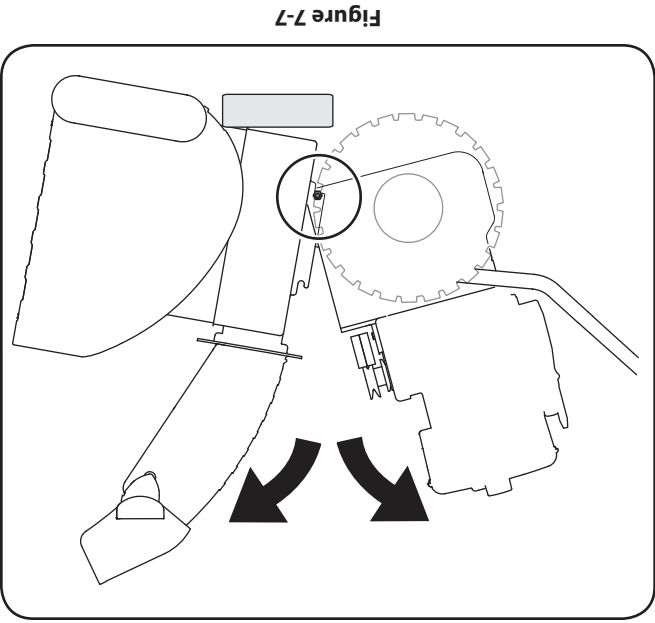

Figure 7-7
5. Placez une cale en bois sous l'habitacle de la tarière, comme à la Figure 7-7 et séparez l'habitacle de la tarière tirant sur les poignées.
l'empêcher de tourner et utilisez une clé de 1/2 po pour enlever la vis à tête hex. et la rondelle du milieu de la poulie sur l'habitacle de la tarière. Voir la Figure 7-7.
b. Dégagez le support du frein de la gorge de la poulie et libérez la poulie des taquets de l'adaptateur de la poulie de la tarière pour enlever la courroie usagée. Voir la Figure 7-7.